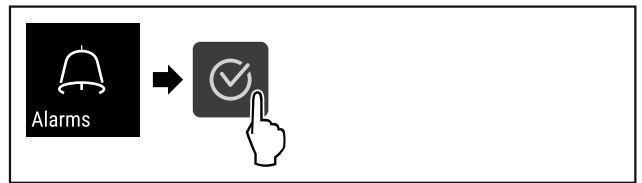

Fig. 97
- ▶ Изпълнете стъпките (виж Fig. 97).
- ▶ Изпълнете стъпките (виж Fig. 97) .